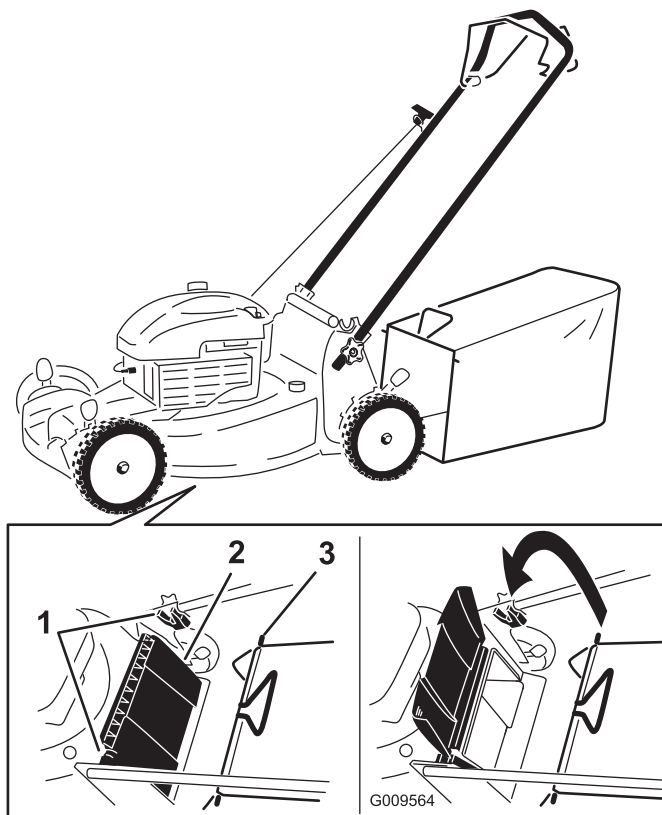

Figura 16
1. Levante y sujete el deflector trasero (Figura 16).
2. Instale la bolsa de recogida, asegurándose de que los pasadores de la bolsa descansan en las muescas del manillar (Figura 16).